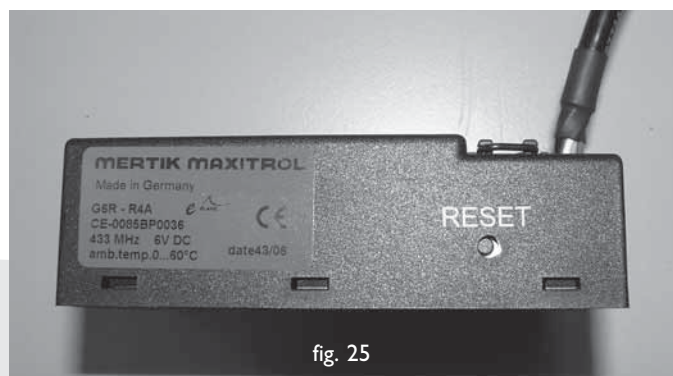

fig. 25
- Druk de reset-knop op de ontvanger in totdat u achtereenvolgens twee geluidssignalen hoort (zie fig. 25).